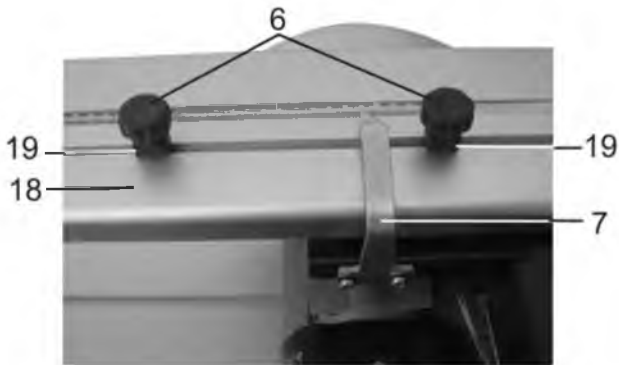

Рис. 6
9.2.2. На направляющей (18) установите ограничители (19) и гайками крепления (6) зафиксируйте положение, Рис. 6.
10.3. Регулировка ограничения хода отрезного диска (Рис. 6,8)